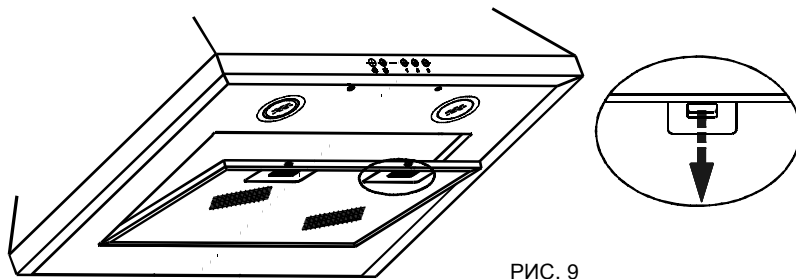

РИС. 9
- снимите алюминиевый фильтр (рис. 9);